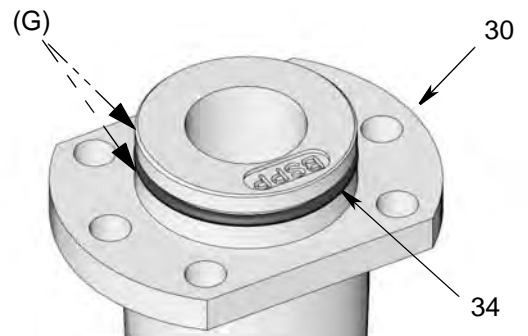

FIG. 11
- Vérifier si le joint torique (34) de la sortie est bien en place sur la sortie (30). Appliquer une mince couche de graisse (G) sur le joint torique comme montré sur la FIG. 11.